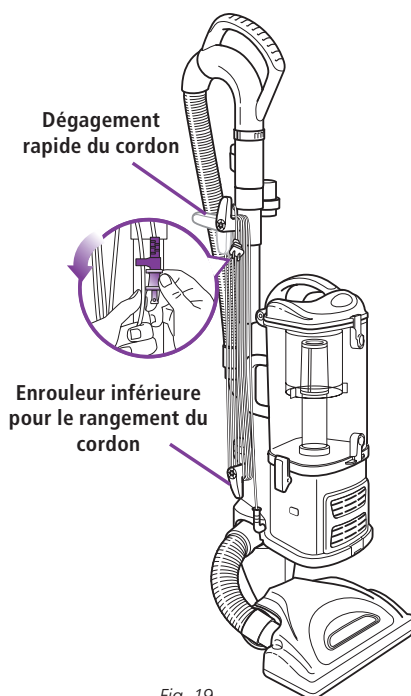

Fig. 19
- 2 Tournez le bouton de dégagement rapide supérieur pour le cordon à sa position verticale et enroulez lâchement le cordon électrique autour des deux attaches. Insérez la fiche sur le cordon pour le maintenir en place. (Fig. 19)